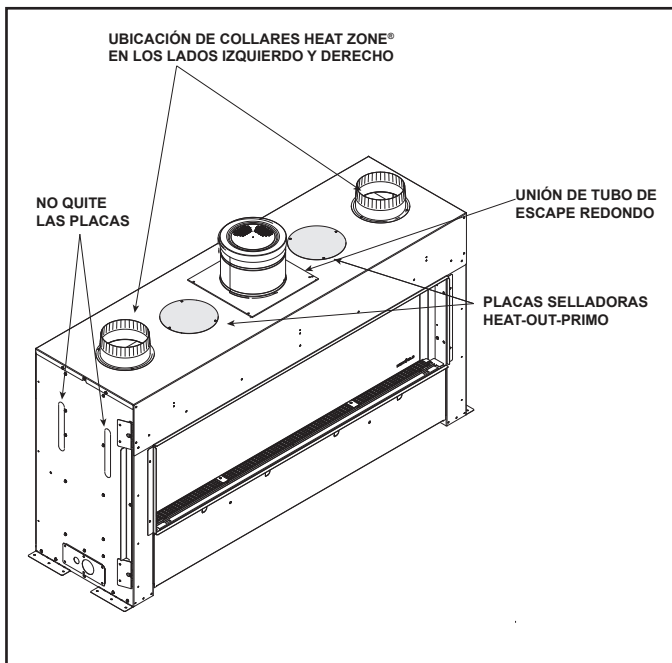

Figura 3. HEAT-ZONE-PRIMO
- Instale los collares del HEAT-ZONE-PRIMO con tornillos en los extremos izquierdo y derecho del aparato. Vea la Figura 3.